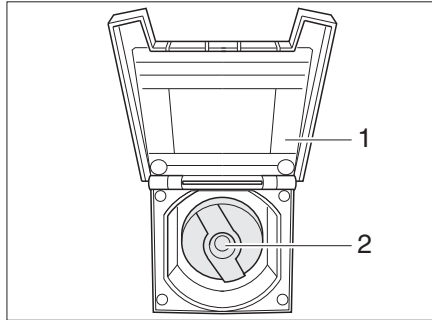

Fig. 334 Coperchio per bocchettone di riempimento dell'acqua potabile
- Aprire lo sportellino (Fig. 334,1) del bocchettone di riempimento dell'acqua potabile.
- Inserire la chiave nel cilindro della serratura (Fig. 334,2) e ruotare in senso antiorario di un quarto di giro.
- Aprire il bocchettone di riempimento dell'acqua potabile (Fig. 334).